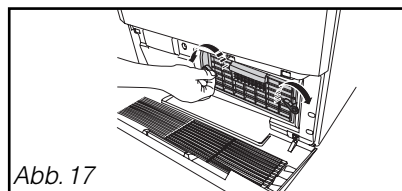

Abb. 17
- Entriegeln Sie den Kondensator (Abb.17).